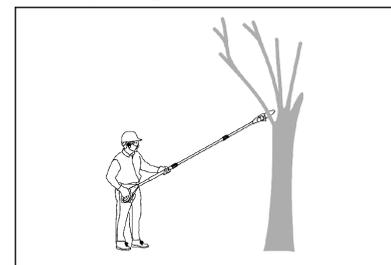

Fig. 23
- > Tenez toujours l'appareil solidement, avec une main sur la poignée avant [1] et l'autre main sur la poignée arrière [23]. N'utilisez jamais l'appareil en le tenant d'une seule main (fig. 23).